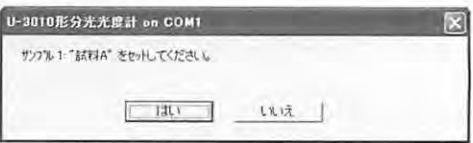

図3-11
- (3) 図3-11のような画面が表示されます。サンプルをセットして **はい** をクリックします。